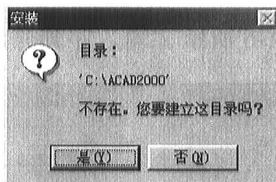

图 1-11
10) 单击“确定”按钮,显示一个信息对话框,如图 1-11 所示,指出 C:\ACAD2000 目录“不存在,您要建立这目录吗?”。